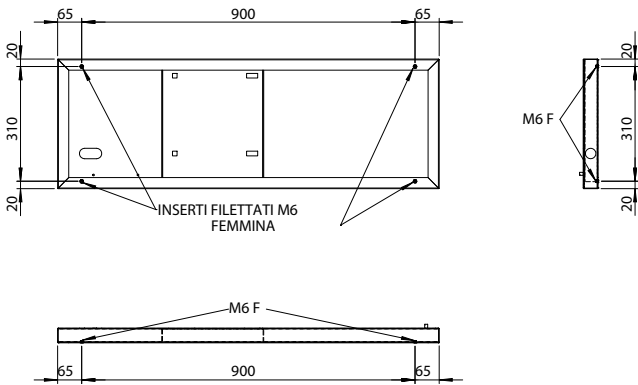

Fig. 1.i
- Caja conforme con la normativa antisísmica de acuerdo con los estándares IEC60068-2-6, IEC60068-2-57, IEC60068-2-64, ISO2041. Por respeto a estas normativas, la caja debe estar bien anclada al suelo a través de orificios roscados (rosca M6 hembra) como se indica en la Fig. 1.i